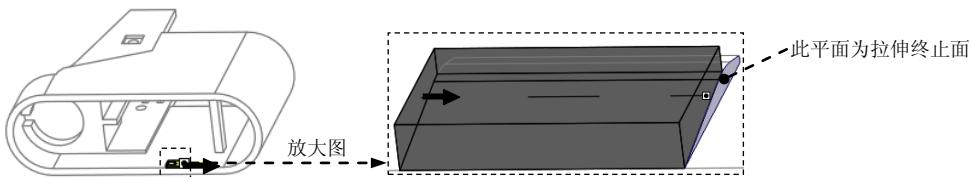

图 19.15 选取拉伸终止面
(5) 设置深度选项。
- ① 在操控板中选取深度类型  (到选定的)。
- ② 将模型调整到图 19.15 所示的视图方位，选择图 19.15 所示的平面为拉伸终止正面。
- (6) 在“拉伸”操控板中单击  按钮，完成特征的创建。